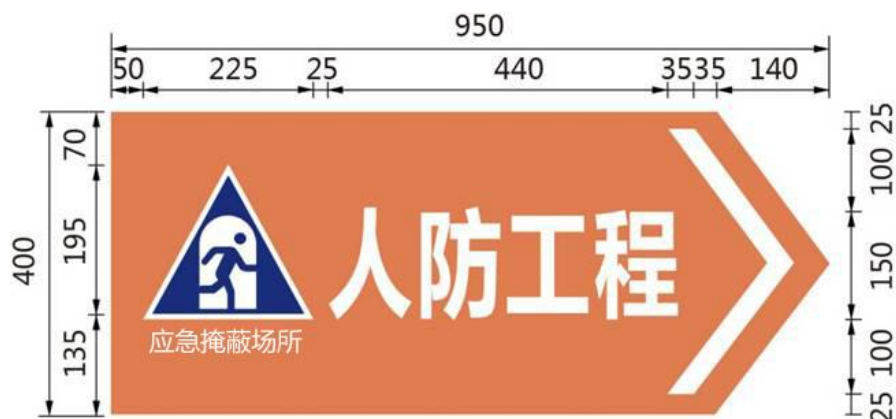

图 7 指示牌样式及尺寸示例
3.6 指示牌样式及尺寸示例见图7。字体为微软雅黑，加粗。双面贴膜。指示牌需柱式安装，柱式标杆、预埋件、紧固件、自攻螺丝和装饰帽耐久时间应在10年以上；立柱与基础预埋件和指示牌的连接应牢固紧密，确保安全。